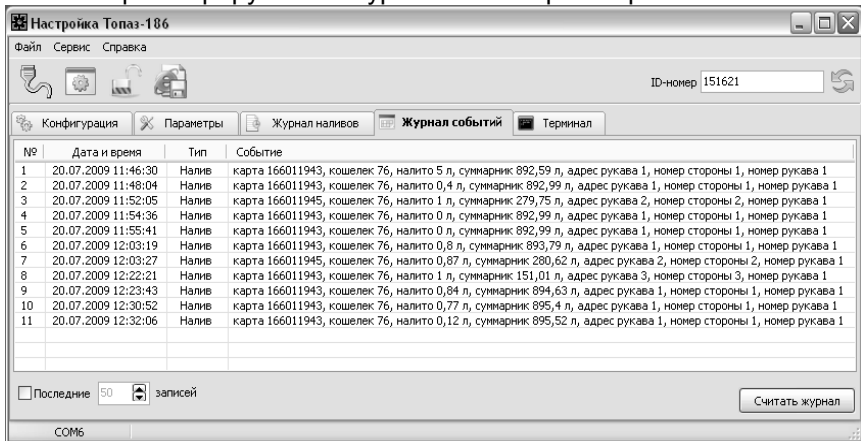

Рисунок 8
8.6 Во встроенной Flash-памяти устройства сохраняется резервная информация обо всех проведенных наливах, ее можно считать с помощью программы. Для этого надо перейти на вкладку "Журнал событий" и нажать на кнопку "Считать журнал" (рисунок 8). В журнале событий отражены основные параметры налива: дата и время налива, номер карты, номер кошелька, величина отпущенного топлива и др. В случае полного заполнения памяти, постепенно по мере поступления новых данных удаляются самые старые записи. Наливы произведенные с ККМ регистрируются в журнале с номером карты 0.